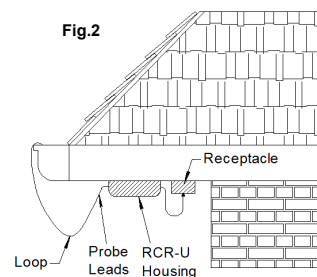

Fig.3 Sensor Wire Application with Gutter
2. Posez la connexion de raccord et le fil de sonde le long du bas de la gouttière à au moins 5 cm/2po du câble de déglacage de toit. **Acheminez le fil de sonde sur au moins un support de la gouttière, afin de bien détecter toute la profondeur de la gouttière**, puis faire passer le fil de sonde le long d'un triangle de câble chauffant selon la figure 3. Au sommet du second triangle, attachez le fil de sonde sur le toit au moins 60cm/2pi au-delà du câble chauffant tel qu'illustré (Fig.3). Utilisez les attaches fournies pour fixer le fil de sonde sur le toit. Pressez doucement l'extrémité enduite de l'attache autour du fil de sonde (Fig.3). Utilisez un espaceur fourni dans l'emballage afin de créer une boucle d'égouttement avec le fil d'alimentation, à l'extrémité du boîtier.